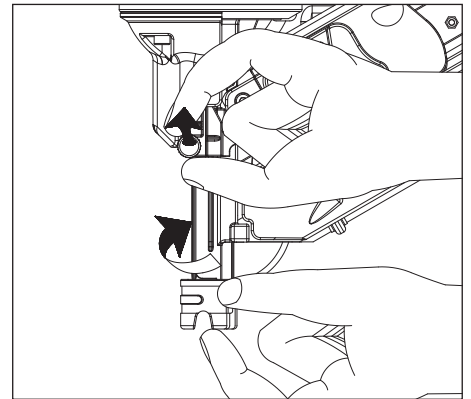

Figure 10 - Ajustement de profondeur du clou
2. Sortir la goupille rouge. Tourner la pointe de contact (PC) d'un quart de tour comme indiqué. Dégager la goupille rouge. Voir la figure 10.